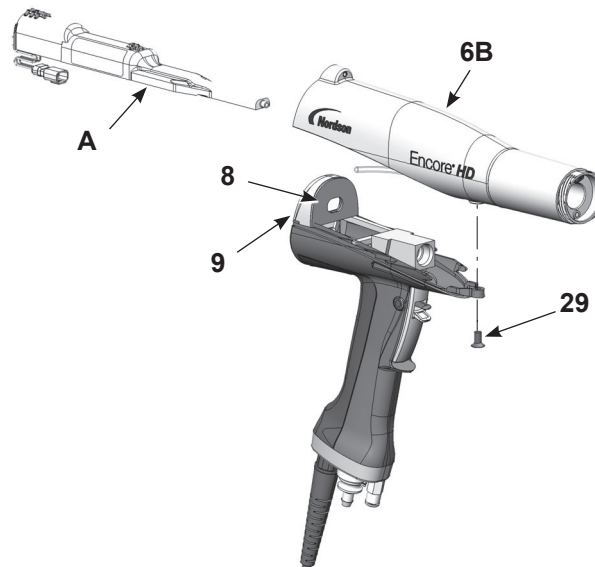

Figure 13 Retirer le bloc d'alimentation du corps du pistolet
1. Voir la Figure 13. Faire glisser le bloc d'alimentation électrique (6A) hors du corps du pistolet (6B).
2. Vérifier le joint d'étanchéité (8) à l'arrière de la paroi de séparation (9). Le remplacer s'il est endommagé. Le joint est collé à la paroi de séparation avec un adhésif autocollant.